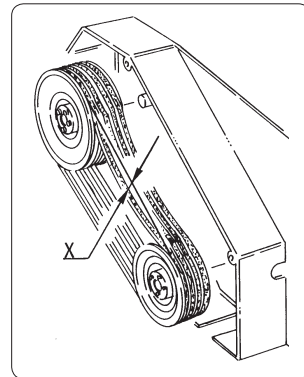

fig. 7.8.1
**7.8 - Einstellung der Riemen-spannung (Abb. 7.8.1 und 7.8.2)**